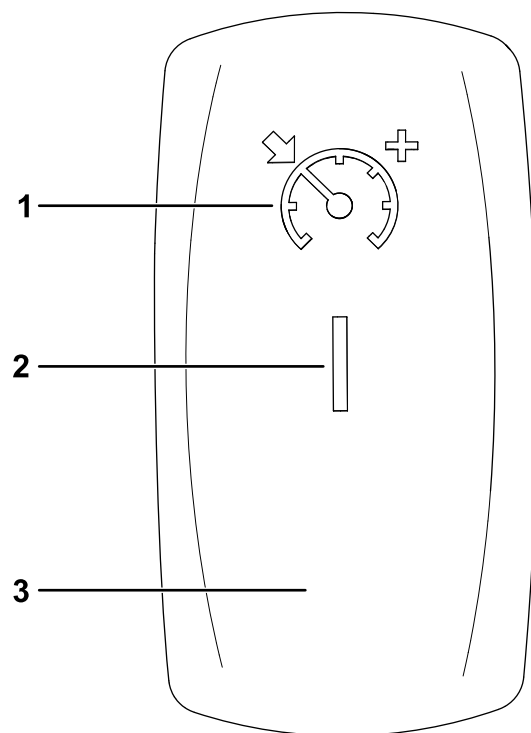

Bild 84
1. Stellen Sie den Tempomatschalter in die ON-Stellung (Bild 84).
2. Wenn Sie die gewünschte Fahrgeschwindigkeit erreicht haben, drücken Sie den Tempomatschalter nach oben, um den Tempomat zu aktivieren/einzustellen (Bild 84).
Um die Geschwindigkeit des Tempomats zu erhöhen, drücken Sie den Schalter nach oben, bis Sie die gewünschte Geschwindigkeit erreicht haben (Bild 84).
Um den Tempomat auszuschalten, drücken Sie den Schalter nach unten, in die OFF-Stellung (Bild 84).